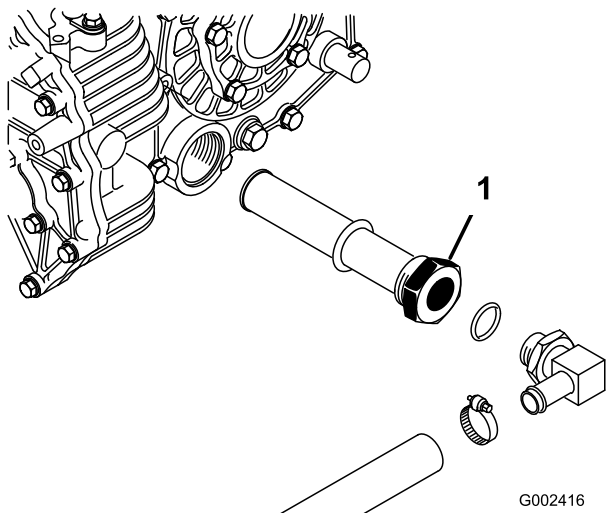

Рисунок 73
- Отметьте ориентацию гидравлического шланга и 90-градусного фитинга, подсоединенного к сетчатому фильтру на боковой стороне резервуара (Рисунок 73).